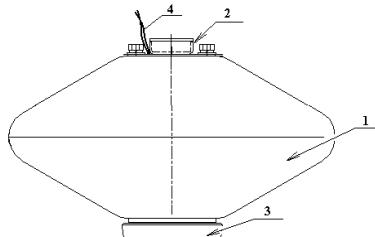
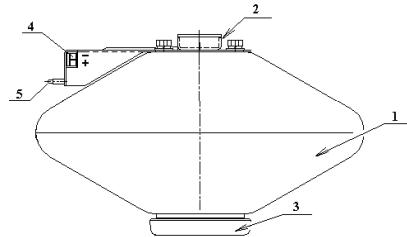

Рис. 1 – Вид МПП «Гарант-5» исп. 1
Рис. 2 – Вид МПП «Гарант-5» исп. 2
4.1 Модуль «Гарант-5» конструктивно исполняется в двух вариантах: исп. 1 и исп. 2 (см. рис. 1 и рис. 2, соответственно)1.
МПП «Гарант-5» исп. 2 предназначен для использования только с прибором прямочно-контрольным пожарным и управления (ППКПУ) серии «УУРС» версии ПО № 2. При этом обеспечивается автоматический контроль и индикация (поз. 5 рис. 2) исправности (отсутствие обрыва и короткого замыкания) цепи запуска данного МПП.
6.6 При использовании МПП «Гарант-5» исп. 2 совместно с ППКПУ серии «УУРС» вер. 2 расположить светодиод индикации исправности цепи запуска модуля (поз. 5 рис. 2) с учётом удобства обзора снизу.